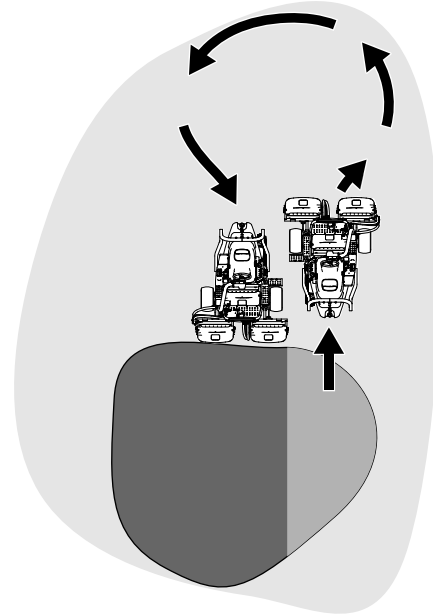

Figura 22
- Para reduzir o tempo de funcionamento e facilitar o alinhamento para o próximo passo, oriente a máquina momentaneamente para a direção contrária, virando depois a máquina na direção da zona por cortar; uma curva em forma de gota (Figura 22) para alinhar rapidamente para a passagem seguinte.